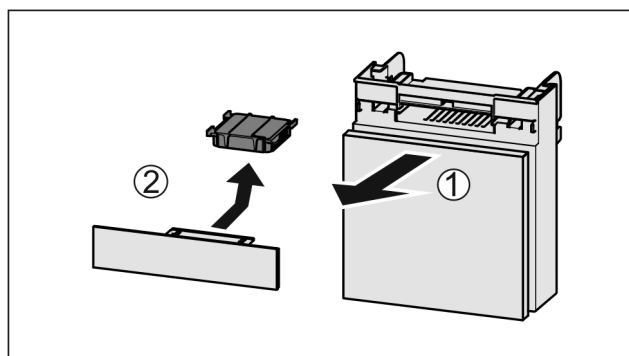

Fig. 42
- ▶ Вытянуть Fig. 42 (1) отделение движением вперед.
- ▶ Извлечение Fig. 42 (2) фильтра с активированным углем.